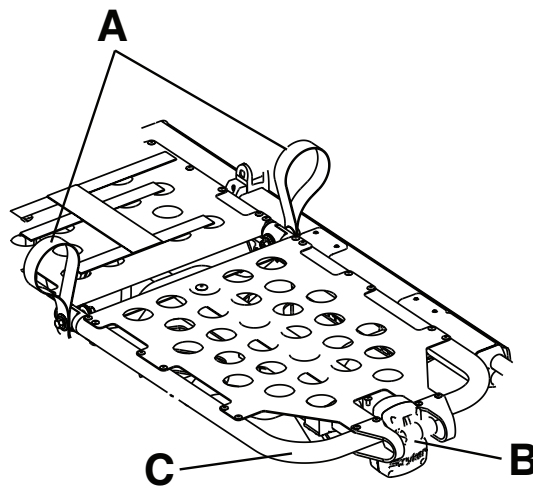

Figura 13 – Plataforma articulada para os joelhos
1. Levante uma das argolas de elevação vermelhas (A) até a plataforma articulada para os joelhos estar na posição mais elevada (Figura 13).
Para baixar a plataforma articulada para os joelhos, levante uma das argolas de elevação vermelhas (A) para aliviar a pressão no mecanismo de bloqueio. Enquanto segura a argola, empurre a alavanca de libertação vermelha do apoio dos pés (B) até que o suporte de apoio seja libertado (Figura 13). Baixe a plataforma articulada para os joelhos até ficar na horizontal.
Para elevar a plataforma articulada para os joelhos para Trendelenburg, levante a estrutura do apoio dos pés (C) o mais alto possível até a estrutura bloquear na posição (Figura 13). O suporte de apoio engata automaticamente quando solta a estrutura.
Para baixar a plataforma articulada para os joelhos para Trendelenburg, levante a estrutura do apoio de pés (C) e, enquanto segura na estrutura, levante a alavanca de libertação vermelha do apoio dos pés (B) até a estrutura soltar o suporte de apoio (Figura 13). Baixe o apoio dos pés até este ficar na horizontal.